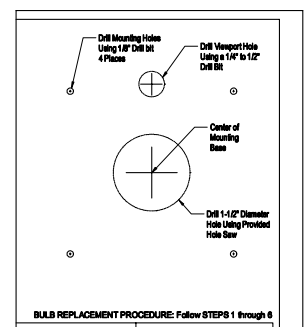

Figura 3
3. Taladre agujeros de montaje de 1/8 de pulg. de diámetro en los sitios que indica la plantilla. (Refiérase a la plantilla que aparece en la figura 3.)
4. Corte una abertura grande en la plantilla utilizando el taladro y la sierra proporcionada para agujeros. (Refiérase a la plantilla que aparece en la figura 3.)
5. Utilice una broca de 1/4 ó 1/2 pulg. para taladrar el agujero de la mirilla, como se indica en la plantilla. (Figura 3.)
6. Ponga la base de montaje Air+Health™ en el pleno, utilizando los tornillos para hoja metálica suministrados. (Refiérase a la plantilla que aparece en la figura 3.) **Esto debe ser apretado para activar construido en interruptor de seguridad.**